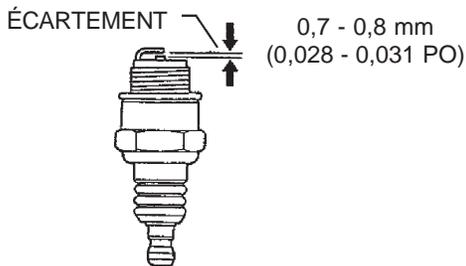

Figure 18. Écartement des électrodes de bougie
- Retirer et nettoyer la bougie d'allumage (figure 18), puis régler l'écartement des électrodes à 0,6 - 0,7 mm (0,028 - 0,031 po). La machine est dotée d'un système d'allumage électronique qui ne nécessite aucun réglage.